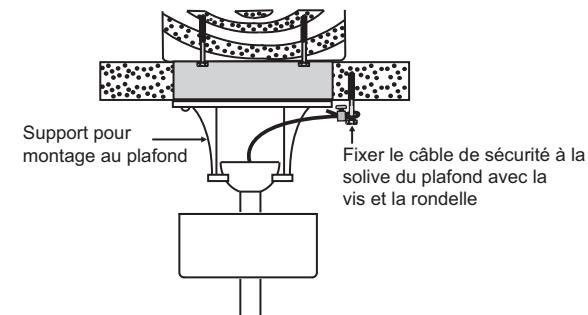

Fig. 12
Étape 1. Fixez la vis de bois et les rondelles fournies à la solive du plafond à côté du support de montage sans serrer.(Fig. 12)